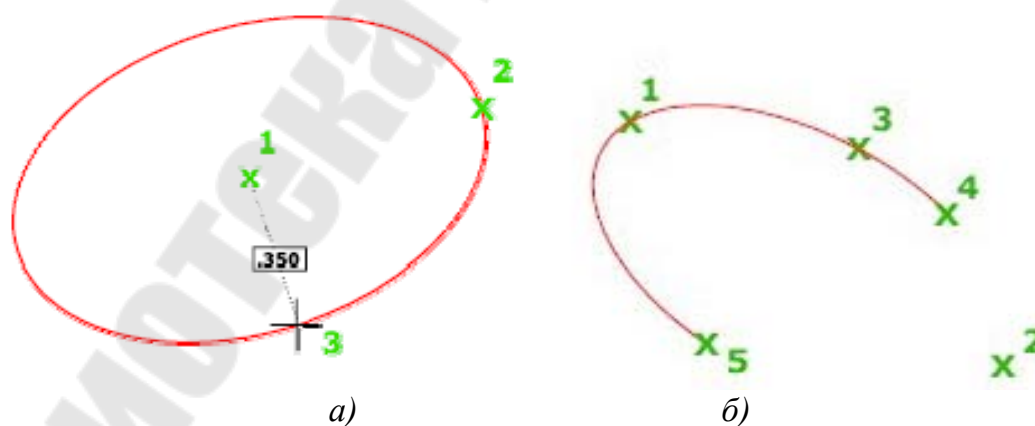

Рис. 3.68 Построение эллипса с указанием центра (а) и эллиптической дуги (б)
Центр эллипса – построение эллипса (рисунок 3.68, а) с помощью *центральной точки* (1), *конечной точки* первой оси (2) и *длины* второй оси (3).